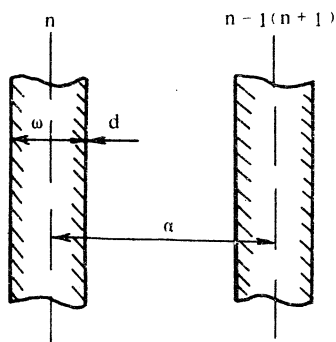

图 5-5 磁头结构图
**故障分析与维修** 可把盘片从黑套中取出翻一下面,置入黑套中封装好,即可进行格式化。360KB 的软盘在写满数据时,实际上盘片只被利用了百分之六十左右的空间。这是由驱动器的磁头结构所决定的,磁头结构如图 5-5 所示。图 5-5 中, $w$  为读/写磁头气隙,宽度等于  $0.33\text{mm}$ ;  $d$  为抹磁头的宽度,等于  $0.15\text{mm}$ ;  $a$  为相邻磁道中心线间距,约等于  $0.529\text{mm}$ 。读/写磁头在写数据时,所记录的磁道宽度为  $0.33\text{mm}$ ,然后,抹磁头又把它抹成宽度为  $0.305\text{mm}$  的磁道。实际上记录正确可靠的数据的磁道宽度为  $0.305\text{mm}$ ,余下的约  $0.224\text{mm}$  的宽度没有被写入信号,这样就约有百分之四十左右的空间没有被利用。